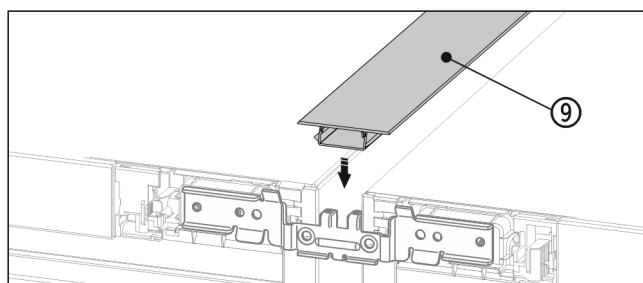

Fig. 20 *
- Na horní straně zatlačte krátkou krycí lištu Fig. 20 (9) do horizontální spáry.*